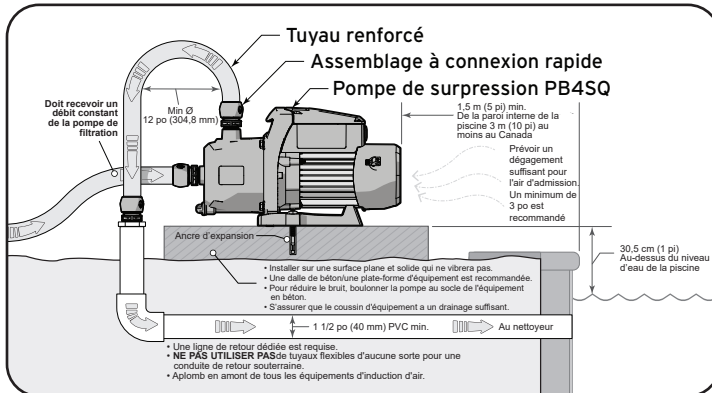

Figure 3. Exigences relatives à l'emplacement
- La pompe ainsi que tout autre équipement de circulation doit être installée à au moins 5 pi (1,5 m) du bord interne de la piscine. Voir Figure 3.
- La pompe doit être placée sur une base solide qui ne vibrera pas. Voir Figure 3.
- Fixer la pompe en la boulonnant au patin de l'équipement. Cela aura également l'avantage supplémentaire d'aider à réduire le bruit des vibrations. Voir Figure 3.
- La conduite de retour devrait être en PVC rigide d'au moins 1 1/2 po (40 mm). Voir Figure 3
- Installer la pompe de surpression à l'intérieur 1 pi (30,5 cm) de la surface de la piscine. Voir Figure 3
*Requiert trois (3) conducteurs en cuivre dans une conduite enfouie et une perte de tension maximale de 3 % dans un circuit de branchement. Tous les codes du National Electrical Code® (NEC®) et les codes locaux doivent être respectés. Le tableau montre la grosseur de fil minimale et les recommandations pour le fusible de branchement dans une installation standard par NEC.
2. S'assurer que la pompe est installée et fermement fixée à une fondation solide. Voir Figure 3.